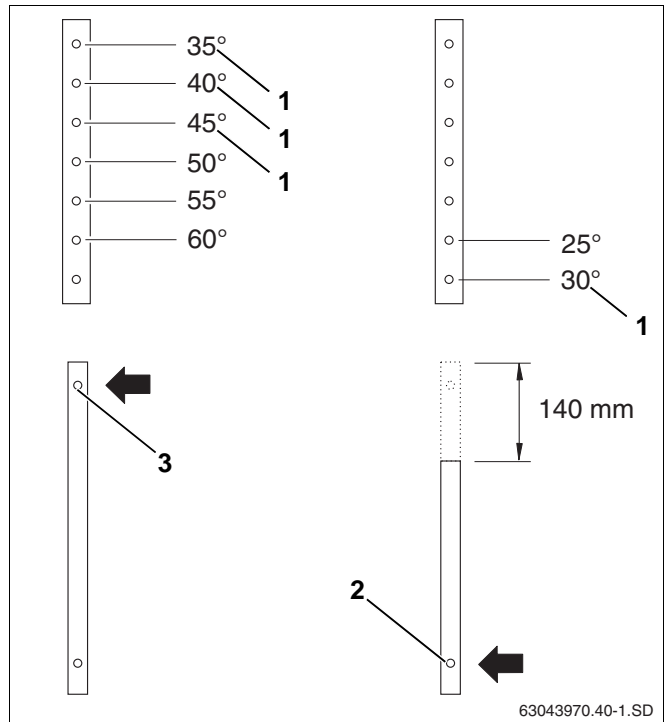

Fig. 13 Indstilling af hældningsvinkel til vandrette solfangere
- ▶ Vælg hullerne på de øverste og nederste teleskopskinne som vist i fig. 12 og fig. 13.
Brug til den vandrette montering det øverste hul på den nederste teleskopskinne til solfangerhældningsvinklen på 35° til 60° (fig. 13, **pos. 3**).
Til hældningsvinklerne på 25° og 30° skal den nederste skinne afkortes med 140 mm og det nederste hul benyttes (fig. 13, **pos. 2**).
- ▶ Ved facademontage må der kun anvendes positionerne for solfangerhældningsvinklerne 30°, 35°, 40° og 45° (fig. 13, **pos. 1**).